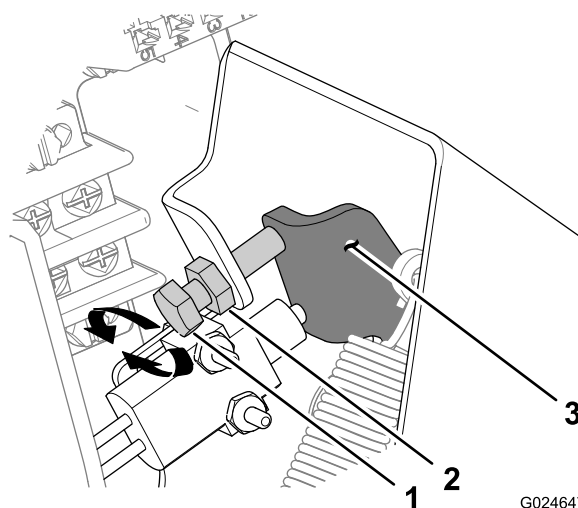

Figura 44
- A. Allentate il controdamo che fissa il fermo del pedale dell'acceleratore (Figura 44).
- In senso orario per aumentare la corsa libera del pedale (Figura 44).
- In senso antiorario per diminuire la corsa libera del pedale (Figura 44).
- C. Serrate il controdamo (Figura 44).
- D. Ripetete i passaggi da 1 a 4 per misurare la corsa libera del pedale (Figura 44).